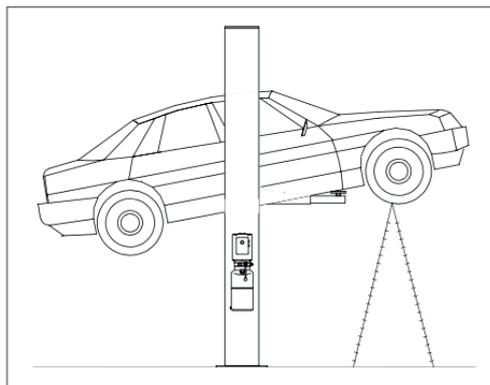

Fig. 11
**N'APPUYEZ JAMAIS DES OBJETS CONTRE LES COLONNES, ET N'EN LAISSEZ PAS DANS LA ZONE DE DESCENTE DES PARTIES MOBILES.** Ceci pourrait empêcher la descente ou faire tomber le véhicule du plateau. (Fig. 11)